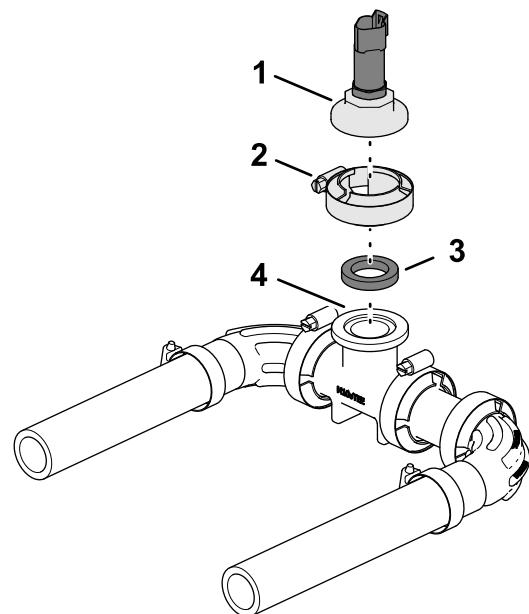

Figura 57
2. Fissate il coperchietto di montaggio e la guarnizione al raccordo a T con il morsetto della flangia (Figura 57).
1. Allineate il coperchietto di montaggio con variazione sportello con trasduttore di pressione e guarnizione alla flangia di raccordo a T del collettore (Figura 57).